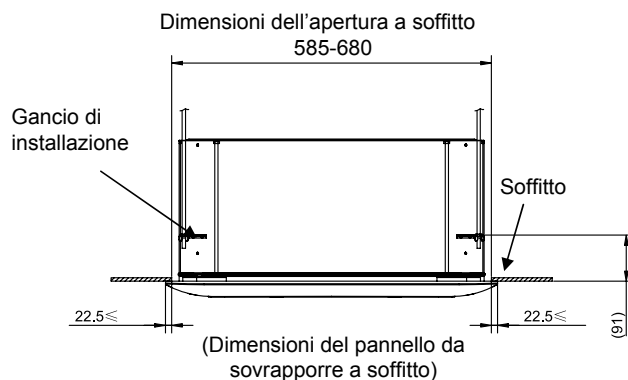

Fig. 3-2
- La dimensione massima dell'apertura a soffitto è 680 mm. Prestare attenzione affinché il pannello e il soffitto si sovrappongano. (Fig. 3-2)